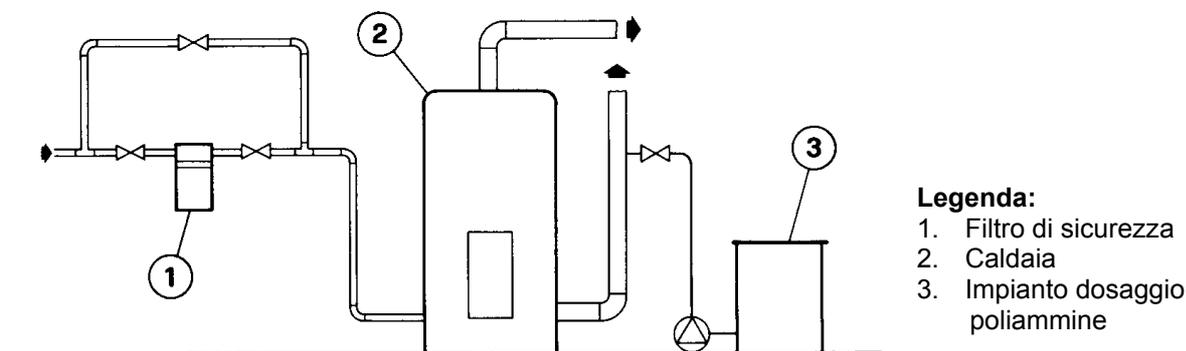

Fig. 15
- condizionamento chimico (Fig. 15) con poliammine alifatiche filmanti (compatibili con la legislazione vigente sulle acqua di scarico);